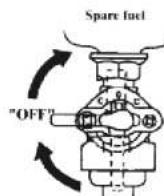

Рис. 13
- 3.** Поверните рычаг топливного крана в положение «OFF» (Рис. 13).